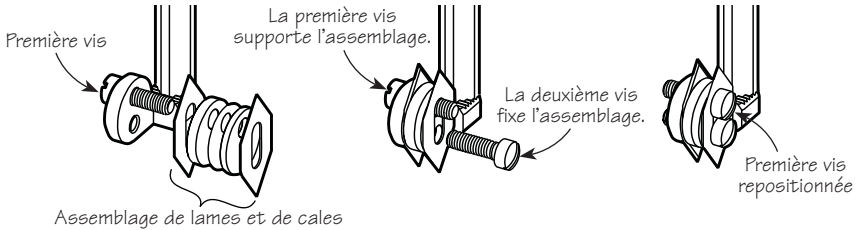

Figure 2 : Mise en place d'un assemblage de cales et de lames
2. Insérer l'une des vis dans le **côté du porte-lame**, comme illustré à la gauche de la **figure 2**. Cette vis servira de support pour assembler les lames et les cales.
4. Insérer la deuxième vis du **côté de la lame**, comme on le voit au centre de la **figure 2**, pour fixer l'assemblage au porte-lame.